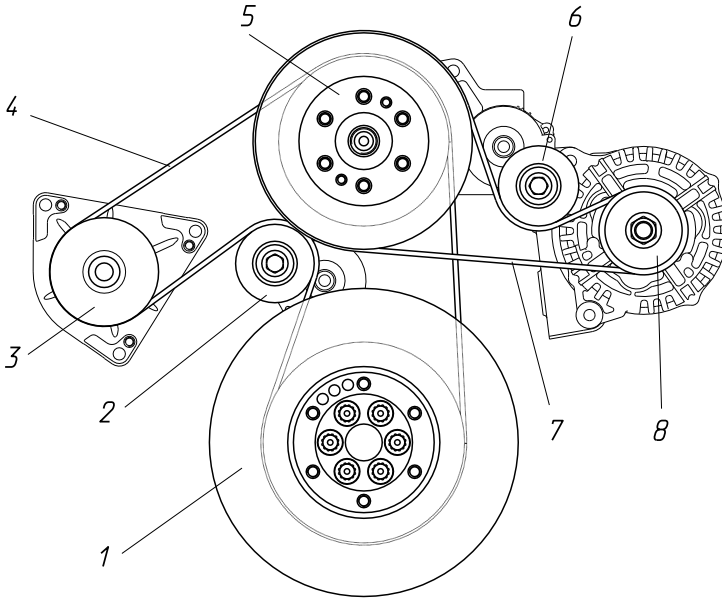

Рисунок 17 – Ременный привод агрегатов (первый вариант):
1. Водяной насос, вентилятор и генератор (рисунок 17).
2. Водяной насос, вентилятор, генератор и компрессор кондиционера (рисунок 17а).
3. Водяной насос и генератор (рисунок 17б).
От шкива вентилятора вторым ремнем приводится генератор (рисунок 17) или одновременно генератор и компрессор кондиционера (рисунок 17а).
Рисунок 17а – Ременный привод агрегатов (второй вариант):